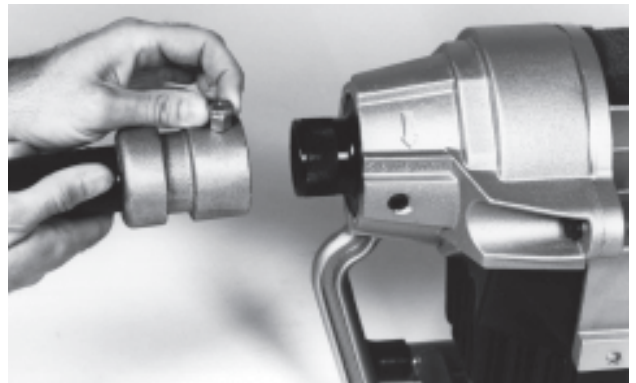

Figura 4 – Acoplamiento de la manguera guía trasera
5. Acople la manguera guía trasera levantando el pasador de enclavamiento e introduciendo la manguera guía en la perilla de ajuste del alojamiento de las mordazas (Figura 4).